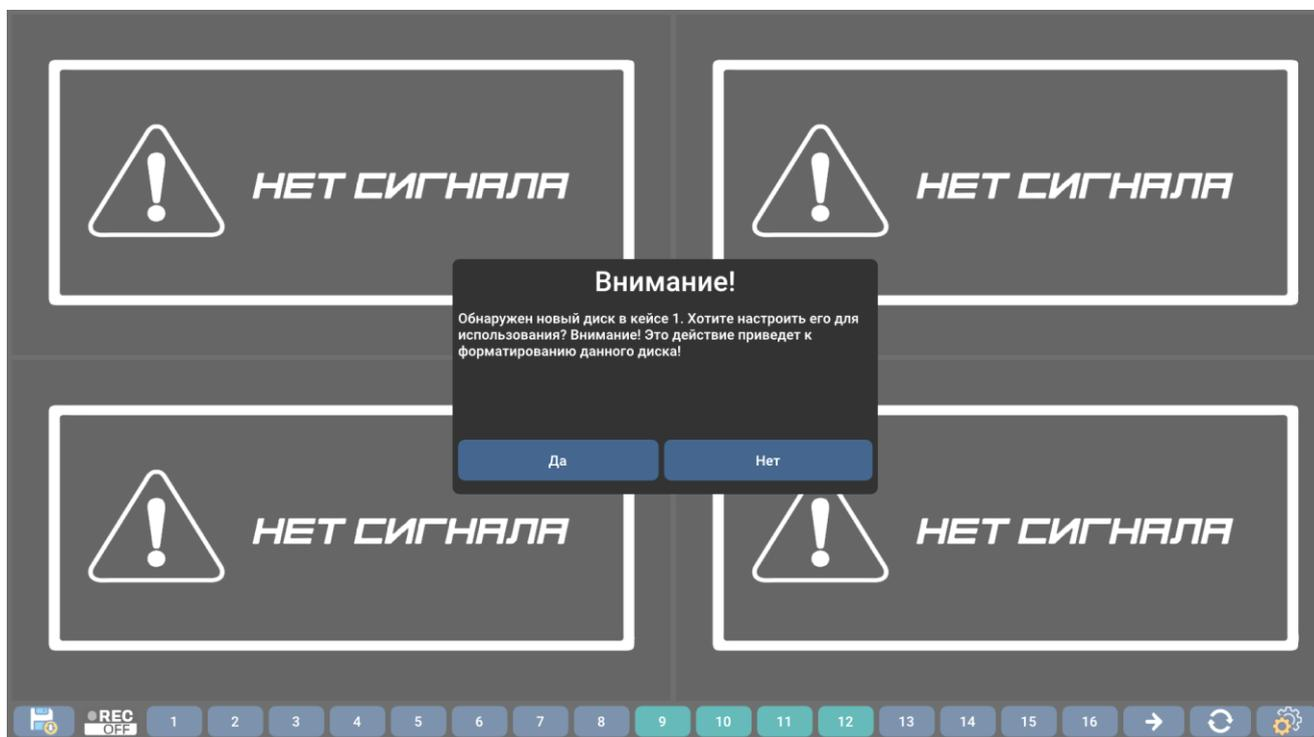

Рисунок 2. Режим первичной инициализации жестких дисков
2.2.2.1 При первичной инициализации жестких дисков ВР-3 распознает их как новые и предлагает отформатировать и настроить их (см. рисунок 2).